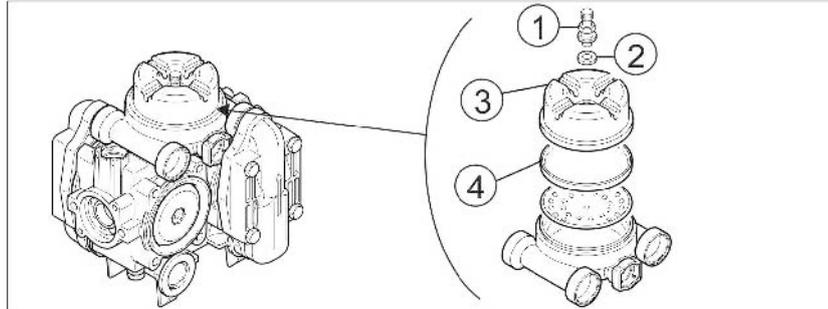

Fig. 200
2. Soltar los tornillos (Fig. 200/1).
3. Retire la tapa de la válvula (Fig. 200/2).
4. Compruebe si está dañada la membrana del émbolo (Fig. 200/4) y en anillo de la cuña (Fig. 200/5).
1. Afloje el tornillo (Fig. 200/3) y retire la membrana del émbolo (Fig. 200/4) junto con la arandela de retención del pistón.